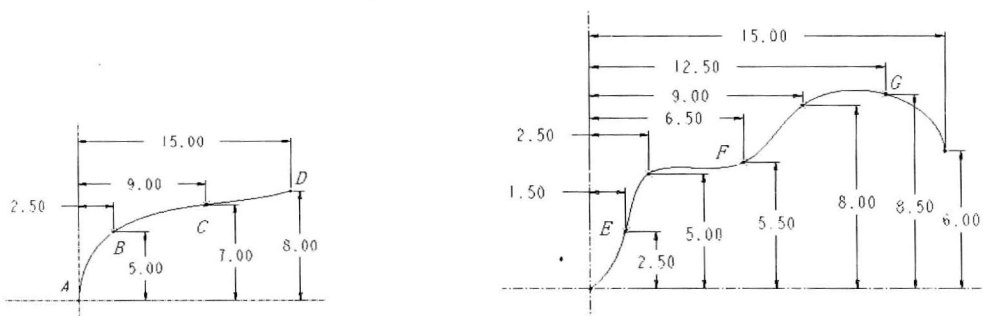

图1-11
【练习1-5】： 利用【样条线】功能将图 1-11 中的左图修改为右图。
1. 参照图 1-11 左图绘制样条线（含 A、B、C 和 D 共 4 个端点）。